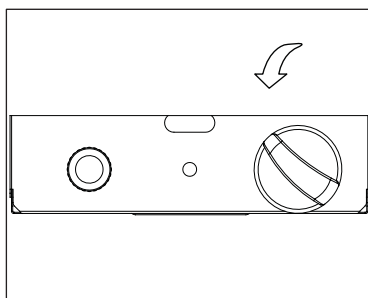

Figura 1
3. Presione la perilla de control y gírela hacia la posición piloto. (Figura 1).